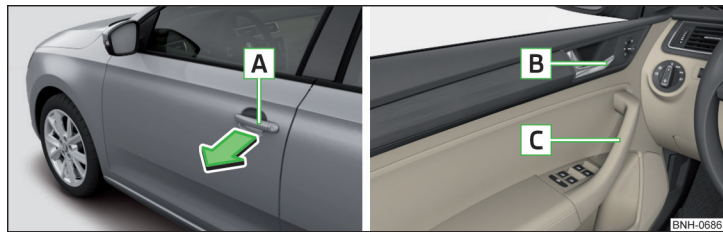

Fig. 46 Tirador/palanca de apertura de la puerta
► Para **abrir desde afuera**, desbloquear el vehículo y tirar en el tirador **A** en el sentido de la flecha » fig. 46.